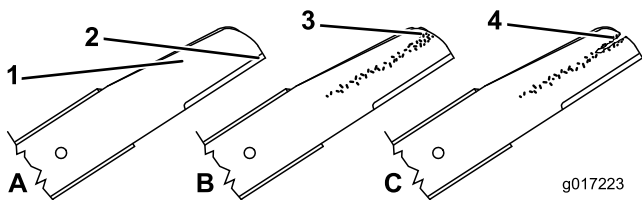

Bild 39
1. Untersuchen Sie die Schnittkanten (Bild 39). Bauen Sie die Schnittmesser aus und schärfen oder tauschen sie aus, wenn die Kanten nicht scharf sind oder Kerben aufweisen.
2. Prüfen Sie die Schnittmesser, insbesondere den gebogenen Bereich (Bild 39). Wenn Sie Schäden, Verschleiß oder Rillenbildung in diesem Bereich feststellen, sollten Sie sofort ein neues Schnittmesser einbauen.